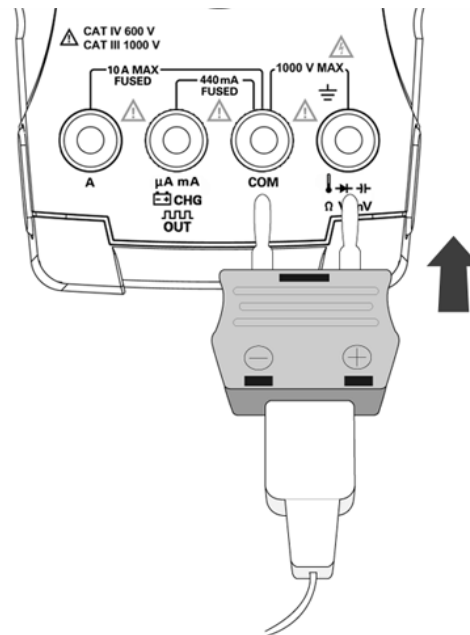

Figura 2-14 Connessione al multimetro della sonda con l'adattatore
- 3 Connettere la sonda termica con l'adattatore ai terminali di ingresso del multimetro, come illustrato nella Figura 2-14.